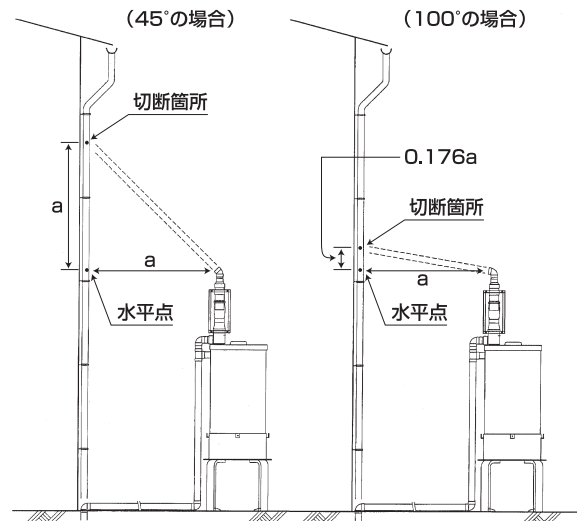

図2
- ② 通常①で設置した、ぶんにゅう I 型と縦樋の間は、 $45^\circ$  ( $135^\circ$ ) または  $100^\circ$  ( $80^\circ$ ) の傾斜をつけて配管します。縦樋をノコギリを使って切断しますが、その位置は、縦樋とぶんにゅう I 型の上端との水平距離を  $a$  とすると、 $45^\circ$  の場合が、縦樋の水平点から  $a$  だけ上ったところ、 $100^\circ$  の場合が  $0.176a$  だけ上ったところになります。メジャーを使って、この距離を計測して印をつけ、切断します。(図2)